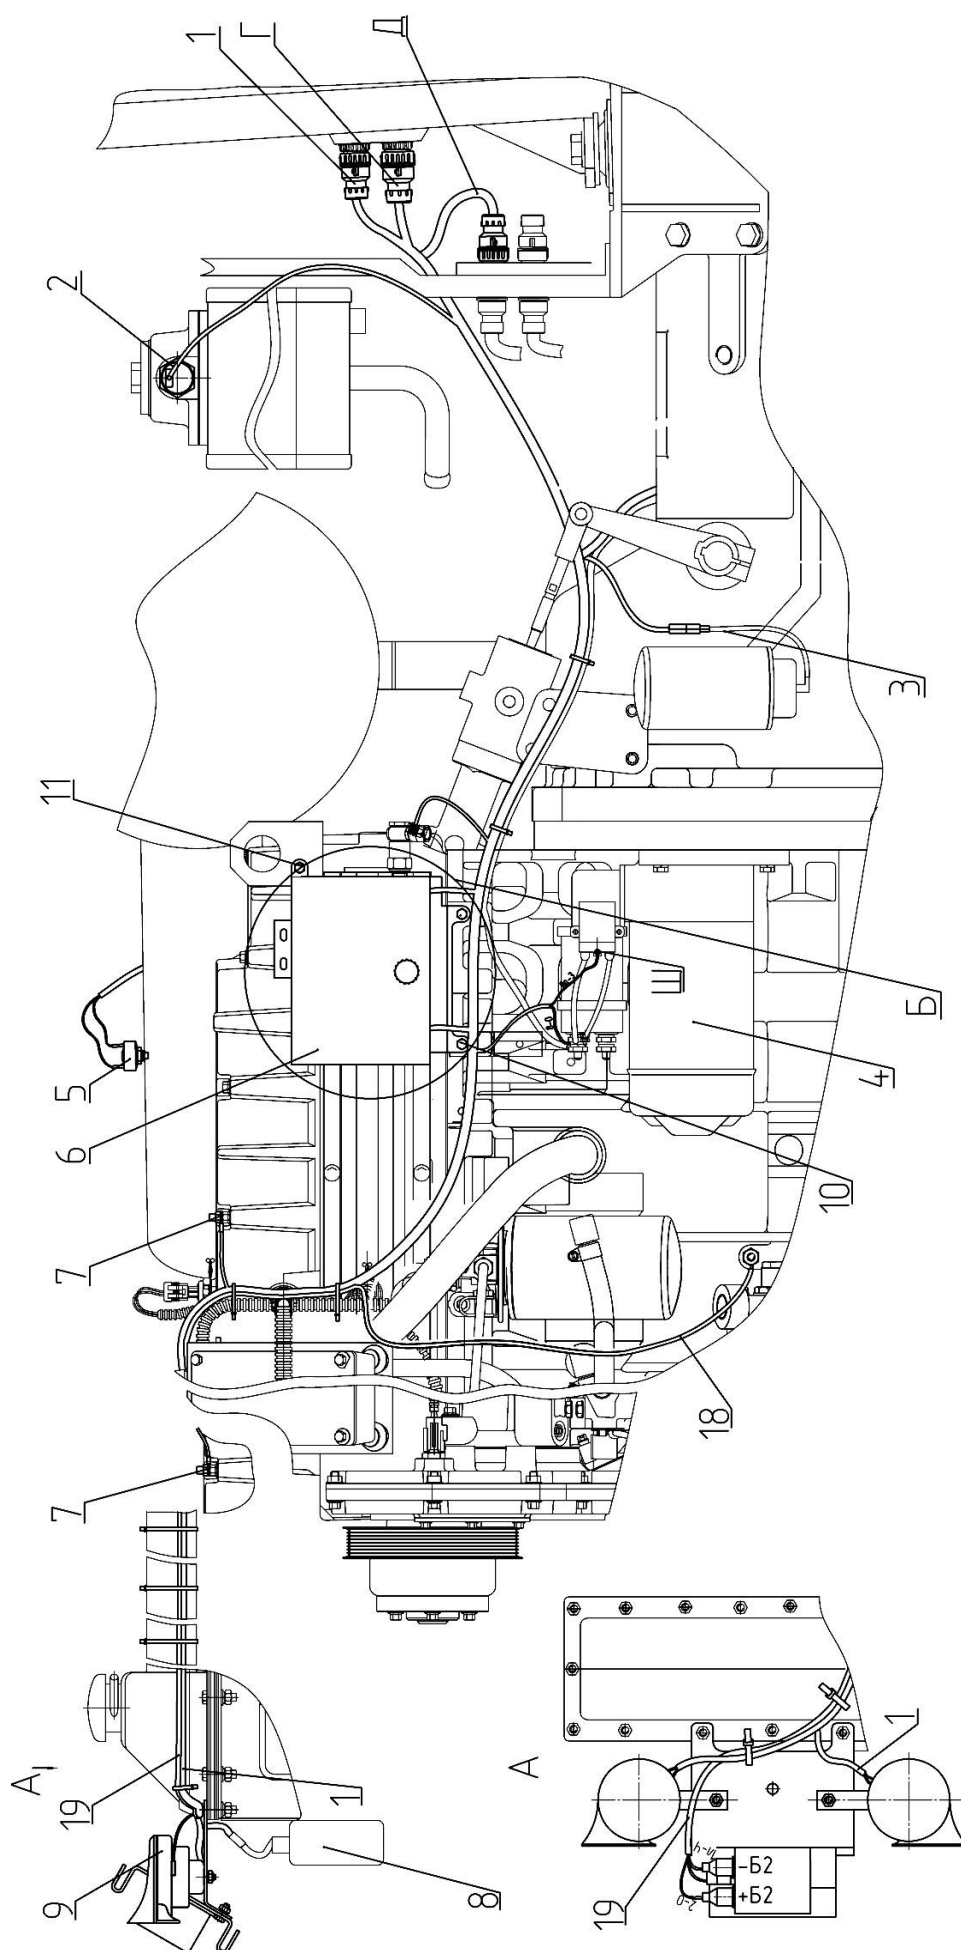

Рис.11.13 Электрооборудование двигателя.
- 1) жгут по двигателю (1), (рисунок 11.13), предназначен для соединения узлов и элементов двигателя по электрической части;
- 1) демонтируйте провод (18), (рисунки 11.13, 11.14), минусовой цепи генератора (**для Detroit Diesel**);
- 2) демонтируйте жгут (19), (рисунки 11.13, 11.14), преобразователя напряжения;
- 3) демонтируйте жгут (1), (рисунок 11.13), электрооборудования двигателя, для чего:
- 3.1) отверните два разъёма «Г», (рисунок 11.13), на передней стенке кабины и один разъём «Д» (**для Detroit Diesel без EHS**) на рамке капота;
- а) датчика аварийного давления масла в ГОРУ (2), (рисунок 11.13);
- б) подогревателя топливного фильтра (3), (рисунок 11.13);
- в) стартера (4), (рисунок 11.13);
- г) датчика засоренности воздушного фильтра (5), (рисунок 11.13);
- д) корпуса двигателя (7), (рисунок 11.13);
- ж) ресивера (8), (рисунок 11.13), системы кондиционирования;
- з) звуковых сигналов (9), (рисунок 11.13);
- 3.3) снимите коробку реле (6), (рисунки 11.13, 11.15), в сборе, предварительно открутив болты (10), (11), (рисунок 11.13);
Монтаж жгута (1), (рисунок 11.13), выполните в последовательности обратной демонтажу, при этом необходимо учесть моменты затяжки болтовых наконечников.